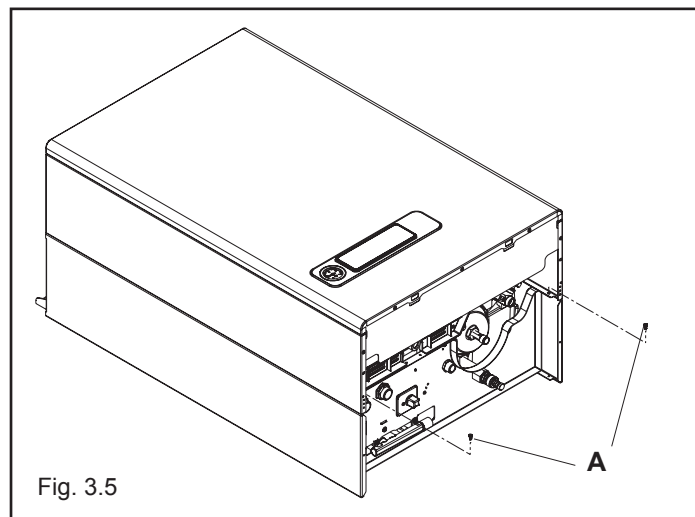

Fig. 3.5
- togliere il mantello svitando le viti di fissaggio (A) (fig. 3.5)